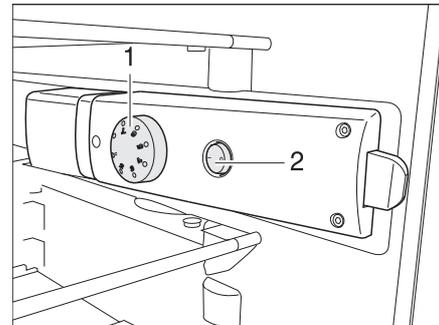

Bild 137 Bedienelemente im Kühlschrank
- Den Temperaturregler (Bild 137,1) von Stellung "0" auf Stellung "1" drehen.
- Wenn die Innenbeleuchtung nicht brennt, den Schalter (Bild 137,2) in Position "I" schalten.
- Temperatur am Temperaturregler (Bild 137,1) einstellen.
- Innenbeleuchtung mit dem Schalter (Bild 137,2) ausschalten.